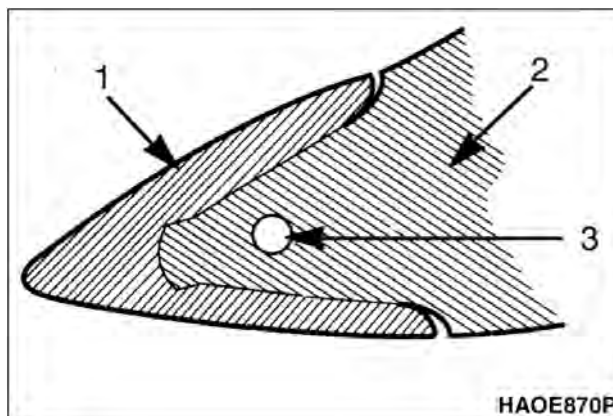

Рис. 27 1. ТОЧКА, 2. АДАПТОР И 3. ПАЛЕЦ
2. Не следует допускать, чтобы сменные зубья ковша стирались до такой степени, чтобы открывались адаптеры. См. рис. 27.